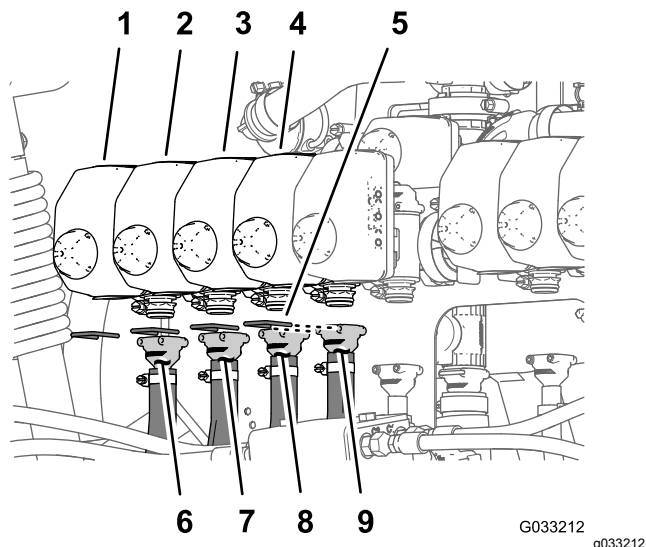
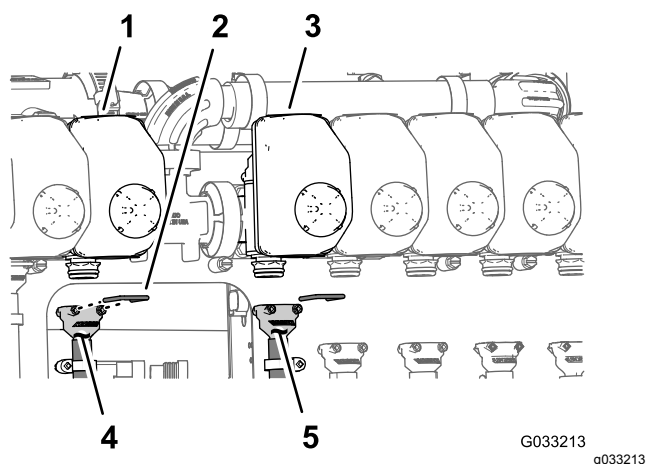
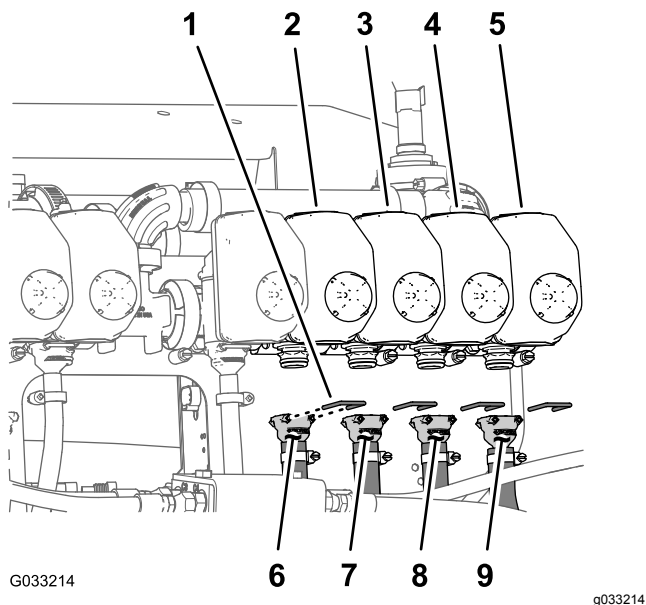

Figura 72
Figura 73
Figura 74
Nota: Fate riferimento a Figura 72 in Montaggio dei flessibili sulle valvole degli ugelli 1-4 \(pagina 38\), Figura 73 in Montaggio dei flessibili sulle valvole degli ugelli 5 e 6 \(pagina 38\) e Figura 74 in Montaggio dei flessibili sulle valvole degli ugelli 7-10 \(pagina 39\) per le posizioni delle valvole degli ugelli.
1. Montate il raccordo dentellato diritto di un flessibile di alimentazione di 279 cm (110 poll.) sull'accoppiatore della valvola dell'ugello 1 (Figura 72).
2. Fissate il raccordo dentellato all'accoppiatore con un fermo (Figura 72).
3. Montate il raccordo dentellato diritto di un flessibile di alimentazione di 234 cm sull'accoppiatore della valvola dell'ugello 2 (Figura 72).
4. Fissate il raccordo dentellato all'accoppiatore con un fermo (Figura 72).
5. Montate il raccordo dentellato diritto di un flessibile di alimentazione di 188 cm sull'accoppiatore della valvola dell'ugello 3 (Figura 72).
6. Fissate il raccordo dentellato all'accoppiatore con un fermo (Figura 72).
7. Montate il raccordo dentellato diritto di un flessibile di alimentazione di 188 cm sull'accoppiatore della valvola dell'ugello 4 (Figura 72).
8. Fissate il raccordo dentellato all'accoppiatore con un fermo (Figura 72).
1. Montate il raccordo dentellato diritto di un flessibile di alimentazione di 81 cm sull'accoppiatore della valvola dell'ugello 5 (Figura 73).
2. Fissate il raccordo dentellato all'accoppiatore con un fermo (Figura 73).
3. Montate il raccordo dentellato diritto di un flessibile di alimentazione di 81 cm sull'accoppiatore della valvola dell'ugello 6 (Figura 73).
4. Fissate il raccordo dentellato all'accoppiatore con un fermo (Figura 73).
1. Montate il raccordo dentellato diritto di un flessibile di alimentazione di 188 cm sull'accoppiatore della valvola dell'ugello 7 (Figura 74).
2. Fissate il raccordo dentellato all'accoppiatore con un fermo (Figura 74).
3. Montate il raccordo dentellato diritto di un flessibile di alimentazione di 188 cm sull'accoppiatore della valvola dell'ugello 8 (Figura 74).
4. Fissate il raccordo dentellato all'accoppiatore con un fermo (Figura 74).
5. Montate il raccordo dentellato diritto di un flessibile di alimentazione di 234 cm sull'accoppiatore della valvola dell'ugello 9 (Figura 74).
6. Fissate il raccordo dentellato all'accoppiatore con un fermo (Figura 74).
7. Montate il raccordo dentellato diritto di un flessibile di alimentazione di 279 cm sull'accoppiatore della valvola dell'ugello 10 (Figura 74).
8. Fissate il raccordo dentellato all'accoppiatore con un fermo (Figura 74).